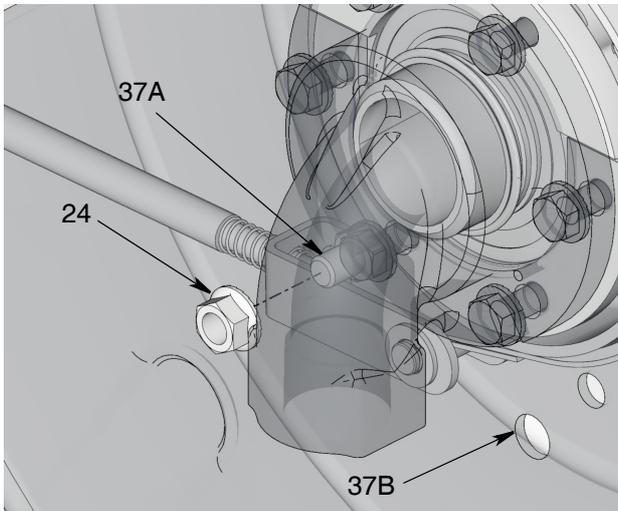

FIG. 31: 37A mostra la nuova posizione del perno di ancoraggio (37). 37B mostra la posizione precedente del perno di ancoraggio (37).
16. Installare il perno di ancoraggio (37) al telaio (FIG. 31). Reinstallare il dado (24) sul perno di ancoraggio (37) e serrare saldamente (FIG. 31).